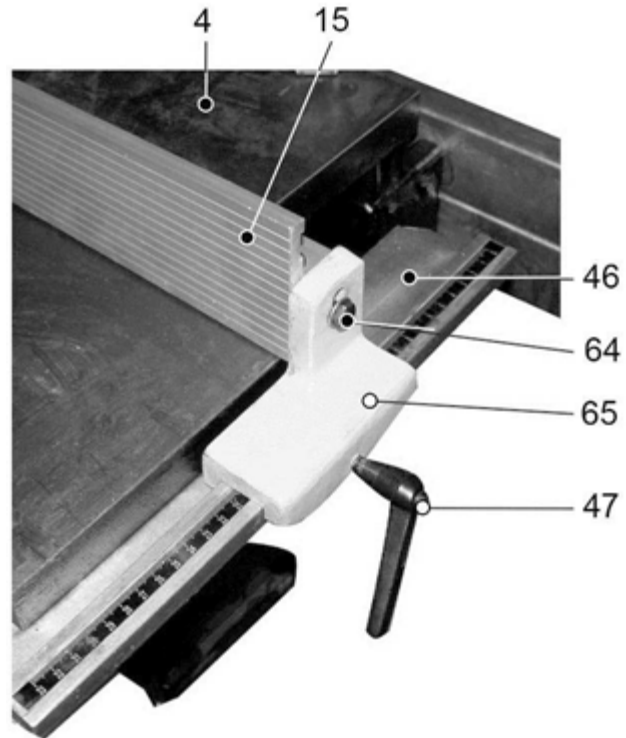
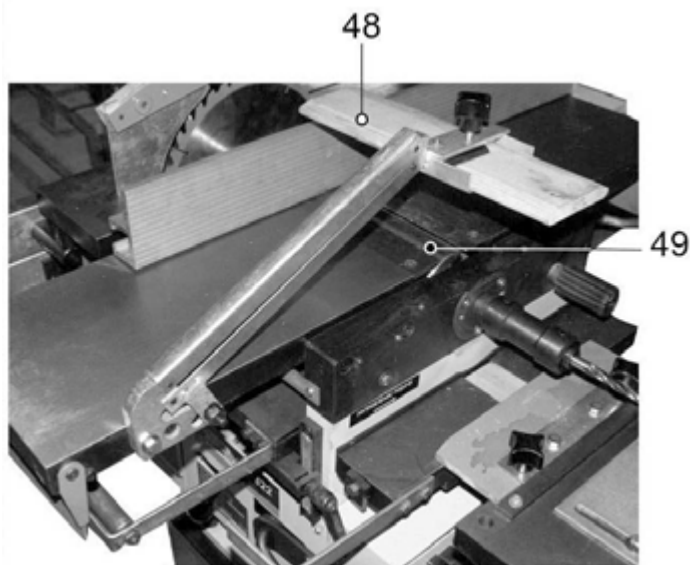

Рис. 18
Рис. 9
- направляющую планку (15) переустановить на опоре (65) лицевой стороной к строгальному валу, как показано на Рис. 18;
- по шкале рельсы (46) определить положение направляющей планки (15) и зафиксировать положение ручкой фиксации (47);
- болтом фиксации (64) зафиксировать выбранный угол наклона направляющей планки (15) относительно подающего стола (23) (см. п. 9.6.);
- поворотом ручки фиксации (34) ослабить фиксацию положения строгального стола подачи (23);
- ручкой регулировки высоты строгания (33) установить необходимую глубину строгания (см. п. 9.5.);
- защитной планкой (48) закрыть не принимающую участия в строгании часть строгального вала (49), Рис. 9;
- при выполнении несковозного строгания защитным кожухом (14) закрыть не принимающую участия в строгании часть строгального вала (49), Рис. 9, 16.
- ослабить фиксацию ручки (26), ручкой регулировки высоты рабочего стола рейсмуса (24) установить необходимое положение рабочего стола рейсмуса (30). Положение зафиксировать ручкой (26);
8.2.6. На боковой поверхности стола подачи (23) установите и закрепите кронштейн защитной планки рабочего вала (17). На кронштейне (17) установите и закрепите защитную планку (48), Рис. 9.